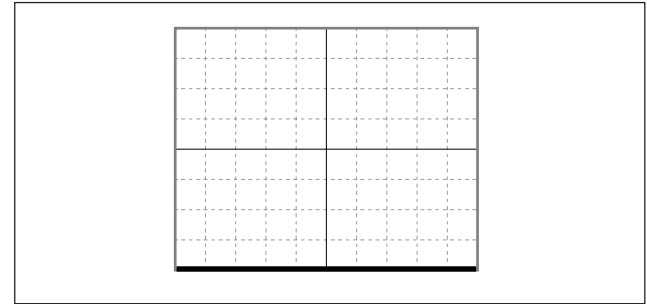

Abb. 4-6
- ① Den Schalter TIME/DIV am Oszilloskop auf 200 ms einstellen.
- ② Die Deviationsempfindlichkeit (VOLTS/DIV) von CH1 am Oszilloskop auf 0,2 V/Teil. einstellen.
- ③ Den Eingangskopplungsschalter von CH1 am Oszilloskop auf GND stellen und das Oszilloskop so einstellen, dass das Signal am unteren Bildschirmrand angezeigt wird. (Abb. 4-6)